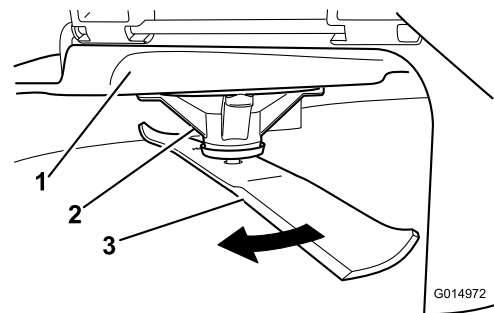

Figure 98
2. Enfilez des gants épais ou utilisez une autre protection adéquate pour les mains, et faites tourner la lame lentement jusqu'à une position permettant de mesurer la distance entre le tranchant et la surface plane sur laquelle se trouve la machine (Figure 98).